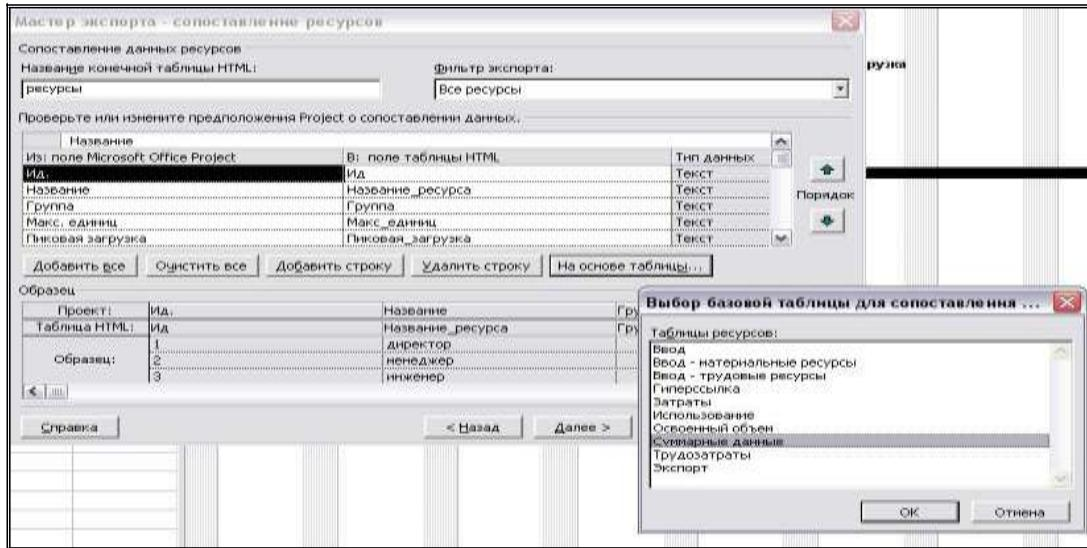

Рис. 40. Выбор таблицы для сопоставления ресурсов
5. В диалоговом окне «Мастер экспорта – сопоставление ресурсов» также необходимо назвать новую таблицу (например, «ресурсы») и выбрать для экспорта данные о ресурсах. Через кнопку «На основе таблицы», выбрать таблицу «Суммарные данные» – рисунок 40. При сопоставлении полей удалить, например,